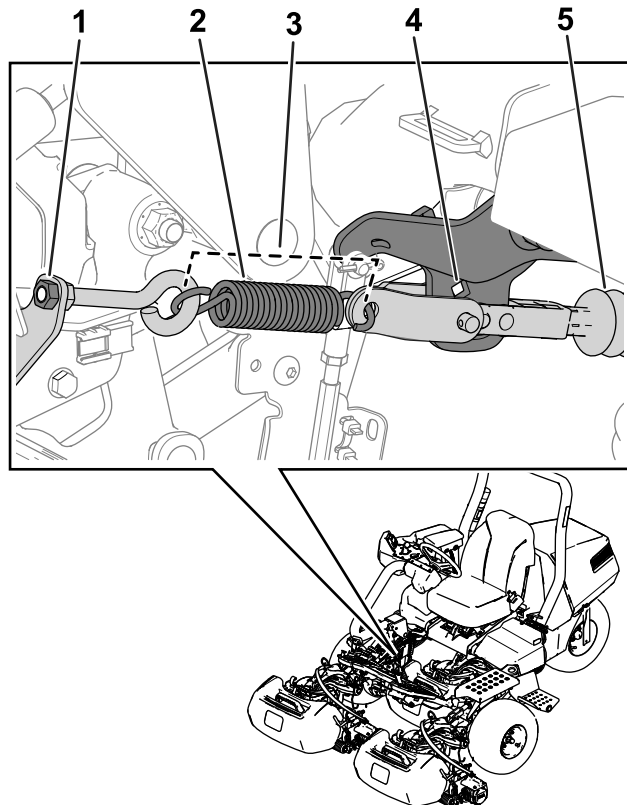

Figura 24
2. Serrate il dado a occhiello della molla dell'attuatore freno in modo che la lunghezza della molla sia pari a 11,4 cm; fate riferimento alla Figura 24.